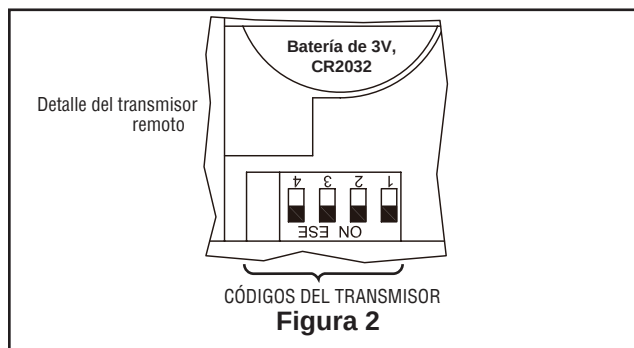

Figura 2
- ☐ 1. Fije bien la abrazadera para colgar a la caja de salida con los tornillos y las arandelas provistas con la caja de salida. (Figura. 2)
- ☐ 1. Para configurar el código del transmisor, extraiga la carcasa de la batería presionando firmemente debajo de la flecha y deslice la carcasa hasta extraerla. Mueva los interruptores de código hasta colocar el código de selección en la posición arriba o abajo. Los ajustes de fábricas vienen con todos los interruptores hacia arriba. No utilice esta posición. Con un destornillador pequeño o con una lapicera deslice firmemente hacia arriba o hacia abajo. (Figura 2)